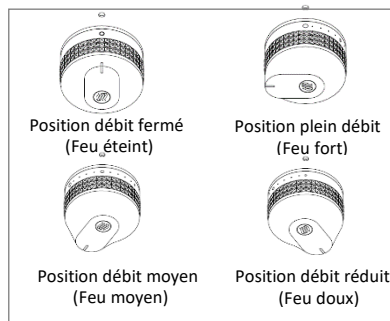

Figure 1 : Réglage de la manette de commande
6. Régler ensuite à volonté la hauteur de la flamme en tournant la ou les manettes de commande de plein débit (grand cercle) à débit réduit (petit cercle) (*Voir figure 1*)